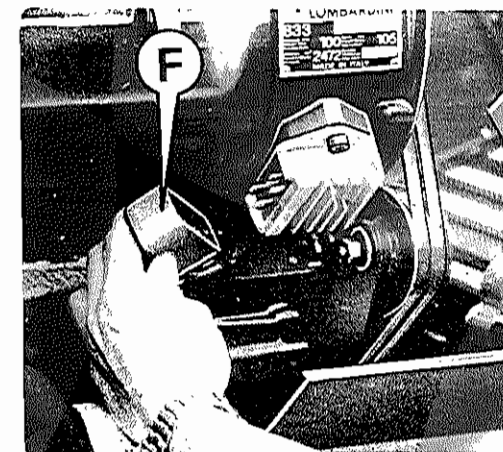

Fig. 55
- Inserire la spina lamellare F (Fig. 55) che collega il regolatore di tensione all'alternatore
Quando con la batteria del trattore parzialmente scarica, per l'avviamento del motore si renda necessario l'impiego di una batteria ausiliaria, collegare quest'ultima alla batteria del trattore facendo corrispondere tra loro i terminali dello STESSO SEGNO (positivo con positivo e negativo con negativo). Questo vale anche nella ricarica della batteria con mezzi esterni. Qualora il trattore fosse sprovvisto di batteria e si debba effettuare l'avviamento del motore con una batteria ausiliaria oppure trainando il trattore occorre staccare la spina lamellare F (Fig. 55) che collega l'alternatore al regolatore di tensione e mantenerli staccati anche durante il funzionamento del motore.
e) Insert lamellar plug F (Fig. 55), connecting voltage regulator to the alternator. When tractor's battery is almost flat and it is necessary to utilize an auxiliary battery, connect this latter to tractor's battery and make terminals of the SAME SIGN match each other (positive to positive, negative to negative). Act in this way also when charging the battery with external equipment. Should the tractor not be equipped with battery and should you start up the engine by an auxiliary battery or by towing the tractor, it is necessary to disconnect lamellar plug F (Fig. 55), connecting the alternator to voltage regulator, and to keep them disconnected also at engine working.
- Introduire la fiche lamellaire F (Fig. 55) connectant le régulateur de tension à l'alternateur.
Lorsque la batterie du tracteur est partiellement à plat et que, pour démarrer le moteur, il est nécessaire d'utiliser une batterie auxiliaire, connecter cette dernière à la batterie du tracteur en faisant correspondre entre elles les bornes du même signe (positif-positif, négatif-négatif). Agir de même en cas de recharge effectuée en utilisant des moyens extérieurs. Si le tracteur est dépourvu de batterie et que l'on doit démarrer le moteur en utilisant une batterie auxiliaire ou bien en trainant le tracteur, il est nécessaire de détacher la fiche lamellaire F (Fig. 55) connectant l'alternateur au régulateur de tension et de les maintenir déconnectés même lors du fonctionnement du moteur.
- Conectar el enchufe lamelar F (Fig. 55) que conecta el regulador de tensión el alternador.
Toda vez que caso en que la batería del tractor pudiera estar parcialmente descargada y fuera necesario conectar una batería auxiliar, dicha conexión entre ambas baterías, es decir la auxiliar y la del tractor, debe realizarse haciendo corresponder entre ellas, los terminales del MISMO SIGNO (positivo con positivo y negativo con negativo). Esto es también válido para los casos de recarga de la batería con medios externos. Toda vez que el tractor estuviera desprovisto de batería y se deba efectuar la puesta en marcha del motor con una batería auxiliar, o bien, remolcando el tractor, es necesario desconectar el enchufe lamelar F (Fig. 55), que conecta el alternador con el regulador de tensión y mantenerlos desconectados aún durante el funcionamiento del motor.